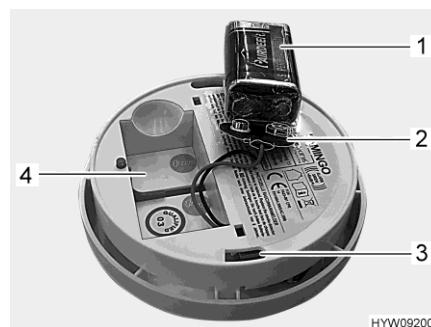

Fig. 115 Rivelatore di fumo (parte posteriore)
- Estrarre la batteria e scollegarla dal suo fermaglio (Fig. 115,2).
- Collegare la batteria nuova (Fig. 115,1) al suo fermaglio (Fig. 115,2), assicurandosi che i poli della batteria si innestino nel fermaglio.
- Inserire la batteria nel suo scomparto (Fig. 115,4).
- Posizionare il rivelatore di fumo (Fig. 116,1) sul supporto (Fig. 116,3). I naselli di ritegno (Fig. 116,2) devono innestarsi nelle aperture (Fig. 115,3) del rivelatore di fumo.